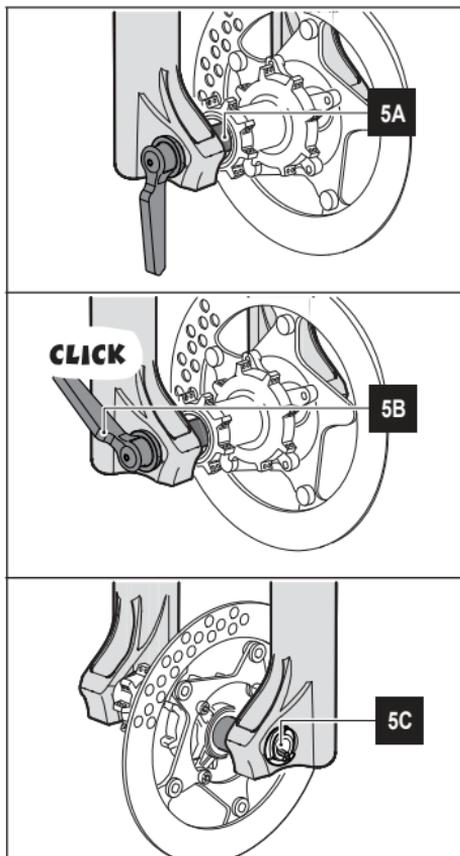

Рисунок 5 – Установка колеса на вилку с использованием эксцентрика (QR 20)
- Установите колесо таким образом, чтобы ось совпадала с крепежами вилки (См. 5A Рис. 5).
- Начните установку оси с правого зажима колеса. (См. 5A Рис. 5).
Посредством рычага, интегрированного в ось, закручивайте ось до щелчка (См. 5B Рис. 5); таким образом, колесо будет правильно установлено в вилке.
- Ось снабжена фиксатором, который предотвращает случайное раскручивание оси. Закручивая ось, старайтесь установить рычаг оси таким образом, чтобы он не мешал движению (ни за что не цеплялся). При затягивании оси каждые пол-оборота вы услышите щелчок фиксатора. Во время этой процедуры не следует раскручивать ось обратно, но если вам необходимо снять колесо, то перед началом раскручивания оси необходимо отжать «зуб» фиксатора к центру оси. (См. 5C Рис. 5).